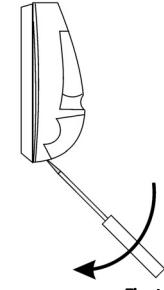

Fig 4
2. Skruvmejseln går in i skäran med ca. 45° vinkel. Tryck nedåt på skruvmejselns handtag tills dess att låset som håller kåpan fast mot höljet löser ut (Fig. 4).